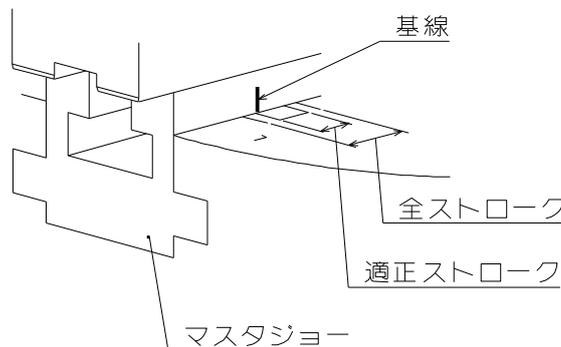

図 11
- 図 11 に示すように、No.1 及び No.2 マスタジョー横面の基線マークが全ストローク範囲内にあることを確認すること。作業前あるいはグリース給油時等、1日に一度以上ジョーをフルストロークさせて確認すること。ドローナットが緩んだりして適正ストローク範囲から外れると、工作物を把握していないことがあり、工作物が飛散して危険。